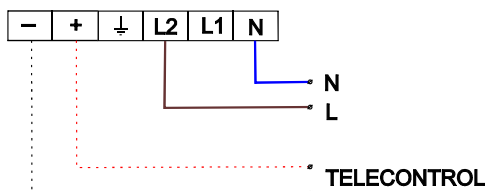
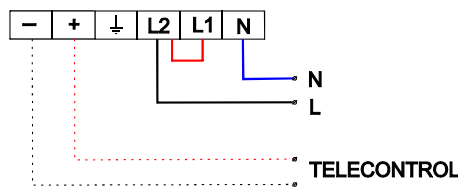

Рис.1
Рис.2
- 3.4 Присоедините сетевые провода (сечением 1,0 мм²... 1,5 мм²) к клеммной колодке: L2 - некоммутируемая фаза, N - нейтраль к соответствующей клемме колодки, находящейся на установочной панели, для светильника BS-893-1x8 см. рис.1 а для светильника BS-793-1x8 см. рис.2.